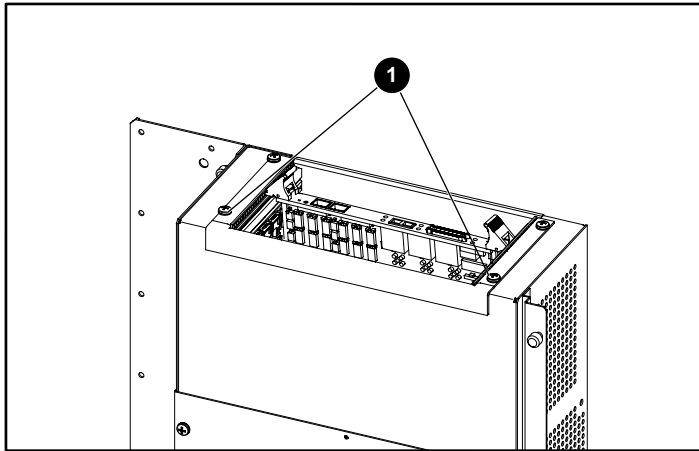

図14: 拡張ケージ ネジを取り外す
1. 拡張ケージの前面を電子ベイに固定している2本のネジを取り外します (図14を参照)。